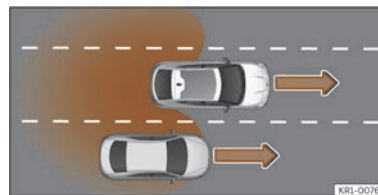

Abb. 154 Überholen auf der mittleren Spur und anschließender Wechsel auf die rechte Fahrbahn.
- Bei Überholung eines anderen Fahrzeugs >>> (Abb. 154) mit einer Geschwindigkeitsdifferenz von ca. 10 km/h (6 mph). Erfolgt die Überholung wesentlich schneller, erfolgt keine Anzeige.